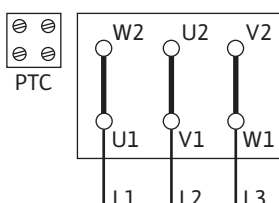

Fig. 12: Couplage  $\Delta$
- L'alimentation réseau dépend de la puissance moteur P2, de la tension d'alimentation et du type de branchement. Consulter le tableau suivant ainsi que les Fig. 12, 13 et 14 pour connaître le couplage requis des ponts de raccordement dans la boîte à bornes.